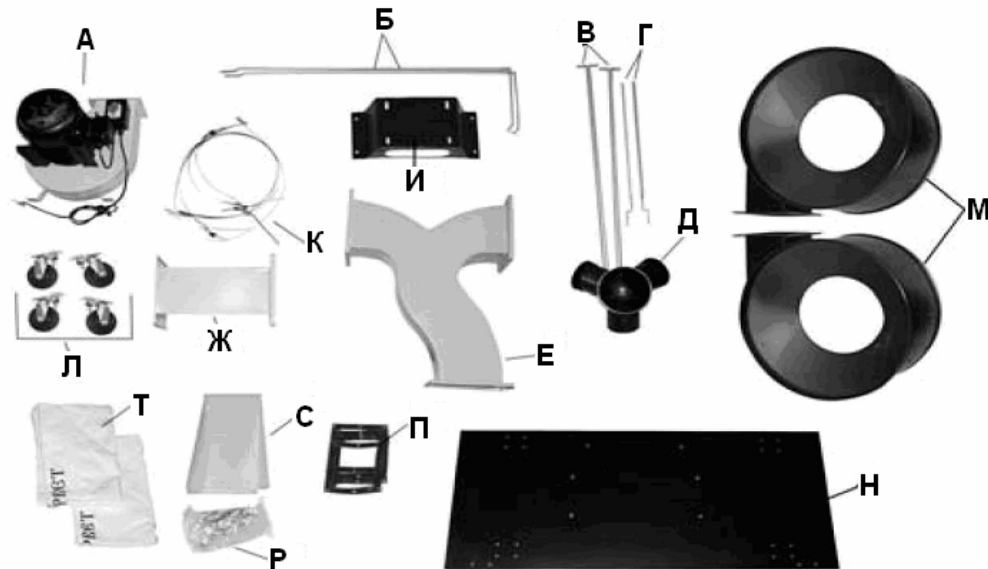

Рис. 1.
3.1. В комплект поставки входит Рис. 1: